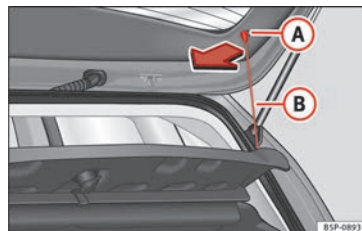

Fig. 103 Bandeja portaobjetos.
- Desenganche los tirantes » fig. 103 B de los alojamientos A.